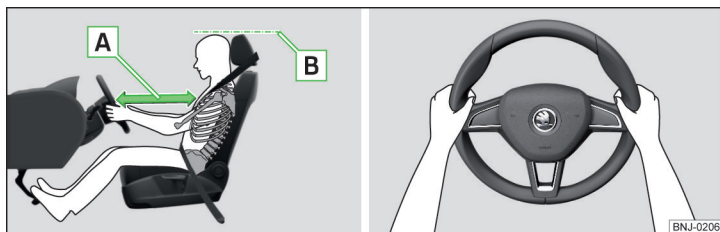

Fig. 2 Posizione corretta del conducente / Posizione corretta del volante
- ✓ Regolare il volante in maniera tale che la distanza **A** tra il volante e lo sterzo sia pari a min. 25 cm » fig. 2.
- ✓ Regolare il poggiatesta in modo che il bordo superiore del poggiatesta si trovi il più possibile alla stessa altezza della parte superiore del proprio capo **B**. » fig. 2 (non vale per sedili con poggiatesta integrato).
- Durante la marcia tenere il volante con entrambe le mani afferrandolo lateralmente al bordo esterno nelle posizioni "ore 9" e "ore 3" » fig. 2. Non tenere mai il volante nella posizione "ore 12" o in altre posizioni (ad es. al centro del volante, al bordo interno del volante e simili). L'apertura dell'airbag del conducente può provocare gravi lesioni alle braccia, alle mani e al capo.
- ✓ Regolare il poggiatesta in modo che il bordo superiore del poggiatesta si trovi il più possibile alla stessa altezza della parte superiore del proprio capo **B**, » fig. 2 a pag. 9 (non vale per sedili con poggiatesta integrato).
- ✓ Regolare il poggiatesta in modo che il bordo superiore del poggiatesta si trovi il più possibile alla stessa altezza della parte superiore della propria testa **B** » fig. 2 a pag. 9.